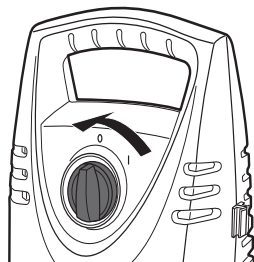

Fig. 18
- > Rotiți întrerupătorul (6) în sens anti orar în poziția ("O") pentru a opri produsul (Fig. 18).